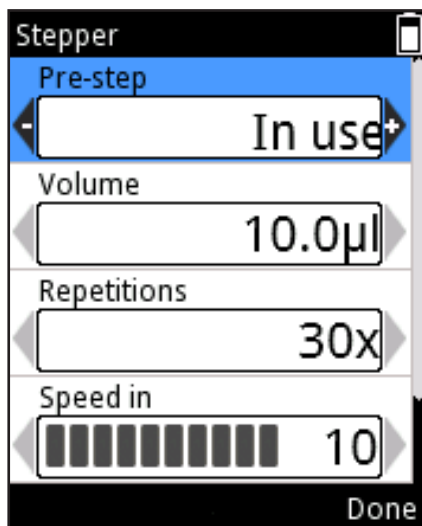

Imagen D23.
- Pre-step (paso previo) es un paso de dispensación adicional que puede mejorar los resultados al usar determinados líquidos. El ajuste predeterminado para el pre-step (paso previo) es «In use» (En uso), pero puede modificarse a «Not in use» (No usado). Desplácese hasta **Pre-step** (Paso previo) y modifique el ajuste con  ,  (Imagen D23).